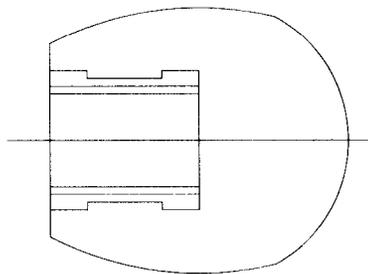

图 1-19 镜像
(8) 做镜像：单击绘图工具栏中的“镜像”按钮 ，将上半边的轮廓以中心线为对称线做镜像，得到全部轮廓线如图 1-19 所示。